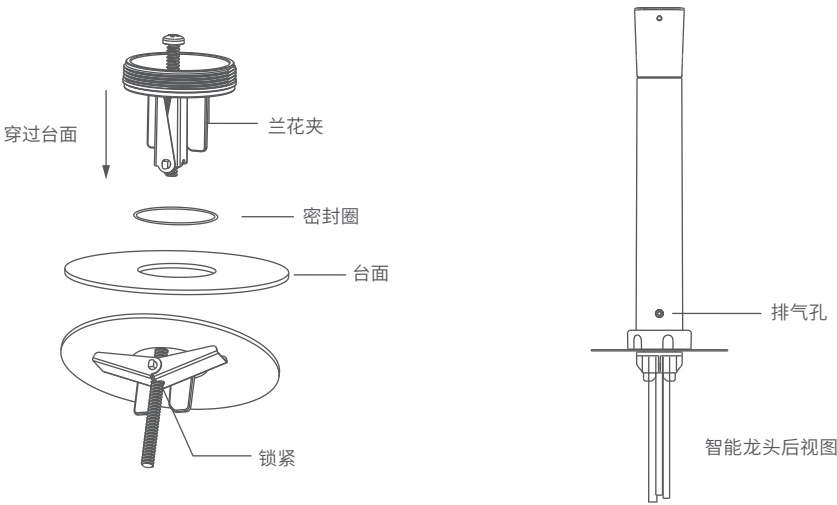

图1
- ①捏住兰花夹穿过台面孔洞(注意安装座密封圈装好在其密封槽内),锁紧螺钉;
- ②龙头水管&线材穿过安装座孔;
- ③锁紧龙头上的安装螺帽(如下图1示)。